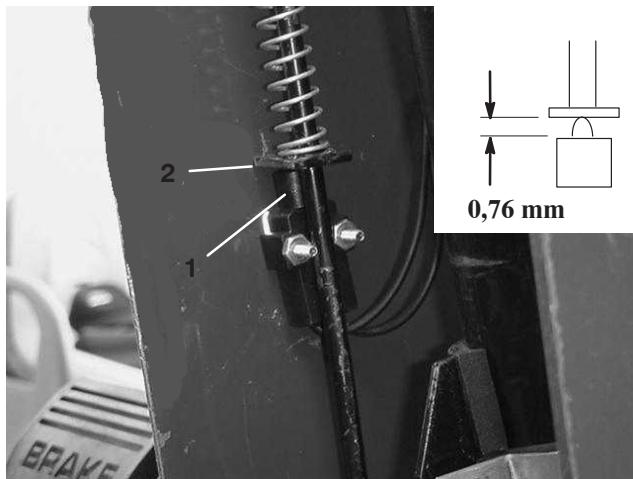

Bild 56
3. Schieben Sie die Abdeckung auf die Lenkrolle, um den Feststellbremsschalter freizulegen (Bild 56).
5. Richten Sie die Schaufel der Bremsstange mit dem Schalter-Plunger aus (Bild 56).
6. Drücken Sie die Stange der Feststellbremse nach unten und drücken Sie am Schalter nach oben, bis die komprimierte Länge des Schalter-Plunger 0,76 mm beträgt (Bild 56, Ausschnitt). Dies ist der Abstand zwischen der Schaufel der Bremsstange und dem Schalter-Plungergehäuse.